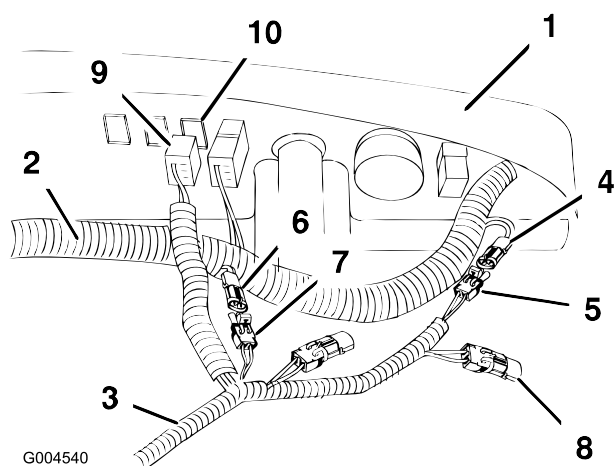

Figura 8
al conector de 48V de salida, según se muestra en Figura 8.
- Coloque el conector del interruptor en su posición detrás del enchufe del salpicadero, según se muestra en Figura 8.